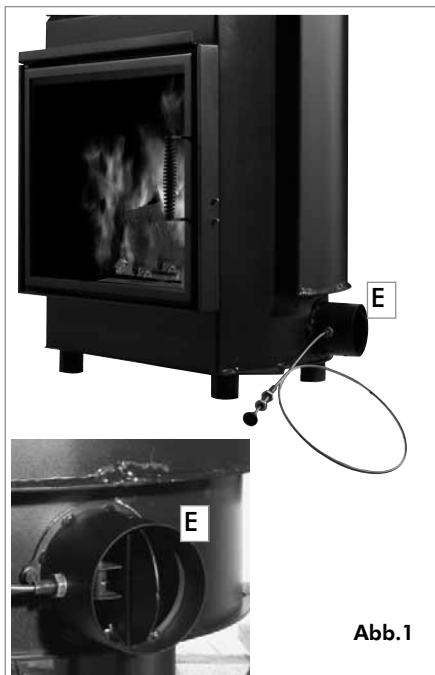

Abb.1
- Die am Außenlufteinlassstutzen angebrachte Klappensteuerung (siehe Abb. 1 auf Seite 7) regelt die für die Verbrennung erforderliche Frischluft. Eindrücken des Knopfes schließt die Frischluftklappe, Ziehen des Knopfes öffnet sie.